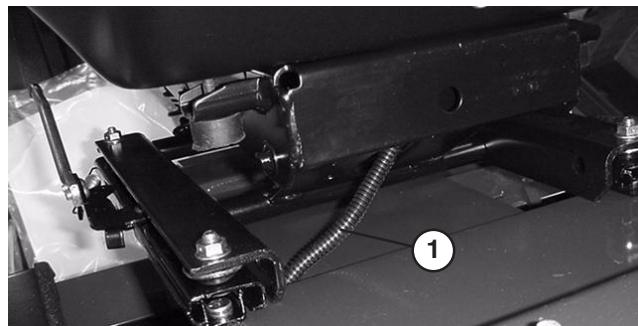

**Bild 12**
1. Montieren Sie die Sitzfederung unten am Sitz an vier Kopfschrauben und befestigen Sie diese mit vier Sicherungsscheiben, Flachscheiben und Muttern (Bild 12).
2. Befestigen Sie die beiden R-Schellen lose mit zwei Kopfschrauben und Flachscheiben (liegen dem Sitz bei) an der rechten Seite der Sitzunterseite (Bild 12). Setzen Sie das Rohr für die Bedienungsanleitung in die R-Schellen ein und ziehen Sie die Klemmmuttern fest (Bild 12).
3. Montieren Sie die Sitzstütze über vier Gewindebolzen unten an der Sitzfederung und befestigen Sie diese mit Muttern (Bild 12).